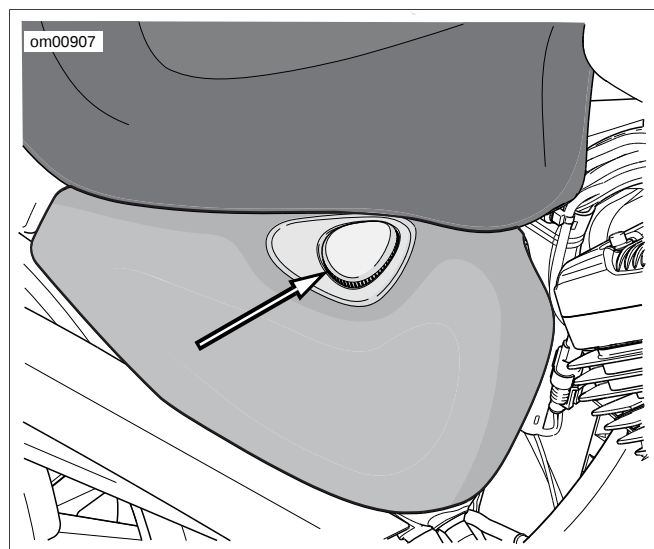

Figure 1-1. Emplacement du bouchon de remplissage
2. Voir Figure 1-1. Retirer le bouchon de remplissage du réservoir d'huile.